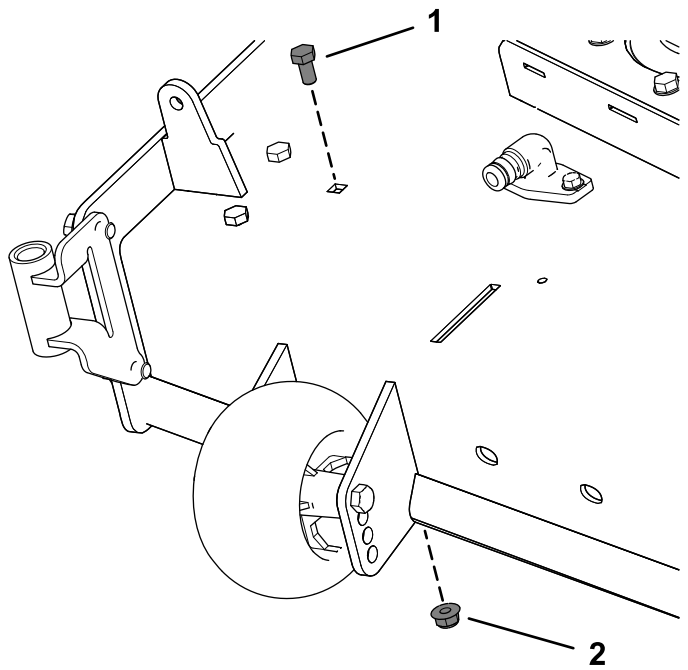

Figura 8
2. Îndepărtai urubul i piulia existente de la puntea mainii de tuns iarba (Figura 8).
Pentru puntea mainii de tuns iarba de 137 cm, scoatei urubul i piulia aa cum se arată în Figura 8.